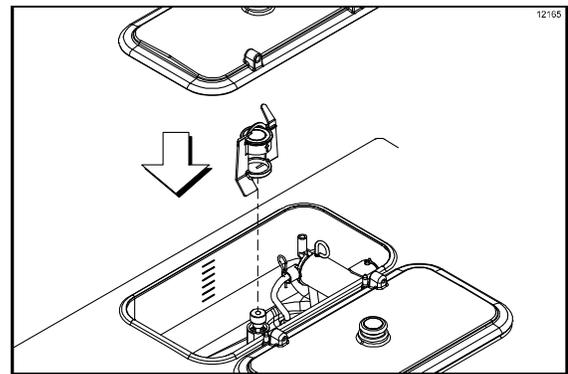

图 53
8. 将搅拌头重新安装到搅拌头传动轴承套上。更换储料槽盖。（见图 53。）